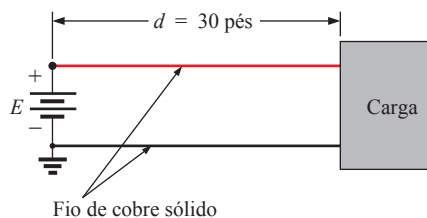

Figura 3.46 Problema 17.
17. a) Para o sistema na Figura 3.46, a resistência de cada linha não pode exceder $6\ \text{m}\Omega$, e a corrente máxima drenada pela carga é 110 A. Que tamanho de medida mínima de fio deve ser usado?